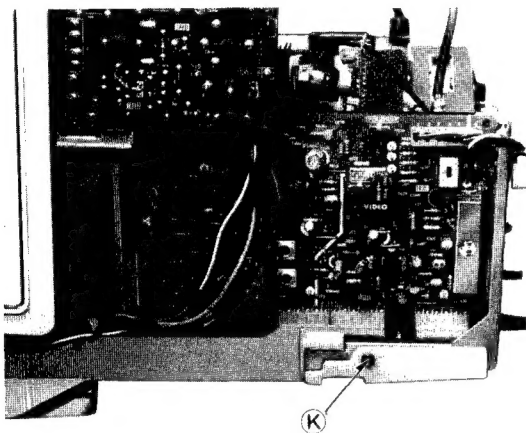

Fig. 14 Abb. 14
2. Fix the chassis using 1 screw (K) as in fig. 14.
2. Chassis mit einer Schraube "K" wie in Abb. 14 befestigen.